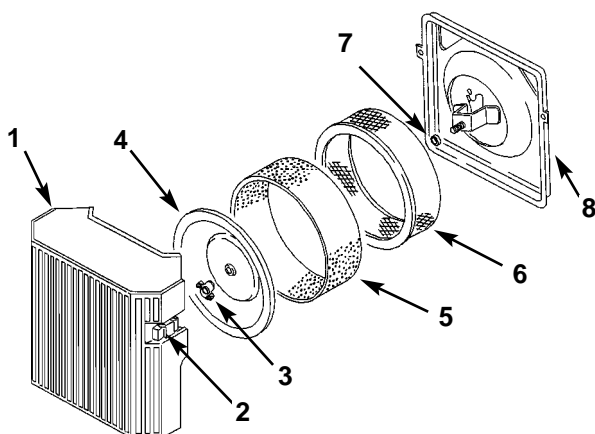

Bild 17
3. Um Eindringen von Schmutz in das Motorinnere zu vermeiden, was zu Motorschäden führen könnte, den Bereich um den Luftfilter reinigen. Das Absicherungsrad und die Luftfilterabdeckung entfernen (Bild 17).
fernen (Bild 17).
4. Den Schaumeinsatz vorsichtig vom Papiereinsatz abschieben (Bild 17).
5. Die Gummimutter abschrauben und den Papiereinsatz entfernen (Bild 17).
1. Den Schaumeinsatz vorsichtig über den Papierluftfiltereinsatz stülpen (Bild 17).
2. Die Luftfilterbaugruppe auf die lange Stange aufziehen. Jetzt die Gummimutter handfest an den Luftfilter anschrauben (Bild 17).
3. Die Luftfilterabdeckung und -schraube montieren (Bild 17). Die Schraube festziehen.